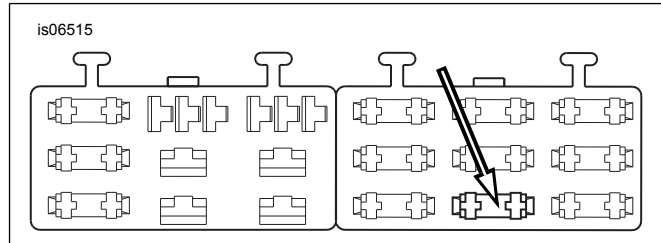

Figura 25. Cavidade de bloco de fusíveis "OPEN" (Dyna de 2004 e posteriores)
3. Ver Figura 25. Retire o parafuso de ligação à terra (1) localizado:
- Ver Figura 25. Localize a cavidade do fusível indicada como "OPEN" na tampa do bloco de fusíveis, no bloco de fusíveis direito. Insira o terminal no fio adaptador cor de laranja/branco até parar. Verifique um terminal instalado de fábrica que se encontre próximo para efeitos de comparação, verificando a orientação e profundidade corretas.